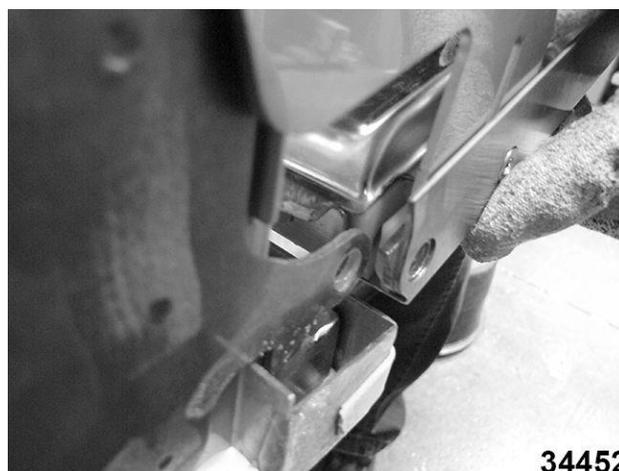

Fig. 157
8. Instale las bisagras en el conjunto de la puerta nueva. La bisagra se coloca entre el revestimiento de la puerta y el cojinete de nailon (Fig. 157). Deje el perno superior de la puerta ligeramente suelto. Apriete ambos pernos de la puerta después de reinstalar la puerta.
NOTA: La bisagra se coloca entre el revestimiento de la puerta y el cojinete de nailon (Fig. 157).
3. Instale de nuevo la puerta. La bisagra del marco se desliza en el cojinete de la puerta. Fig. 157